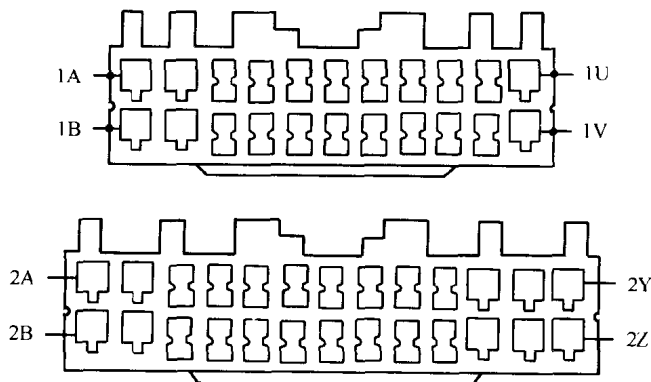

图 1-4
(1) 制动踏板压下。(2) 转向盘转动。(3) 加热型氧传感器应从浓(红色发光二极管)到稀(绿色发光二极管),或从稀到浓转换,至少到一次。加热型氧传感器的电压应在 0.45V 的直流电压上下变化,但不能是负值。
(2) 1.8L 手动变速器 (图 1-4)